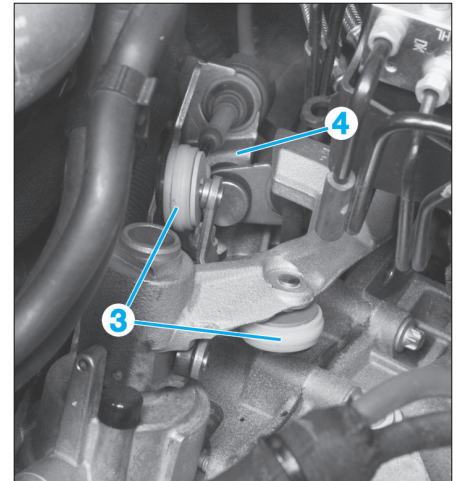

Fig. 15
- Dégrafer les câbles de commande (3) de la boîte de vitesses (Fig.15).